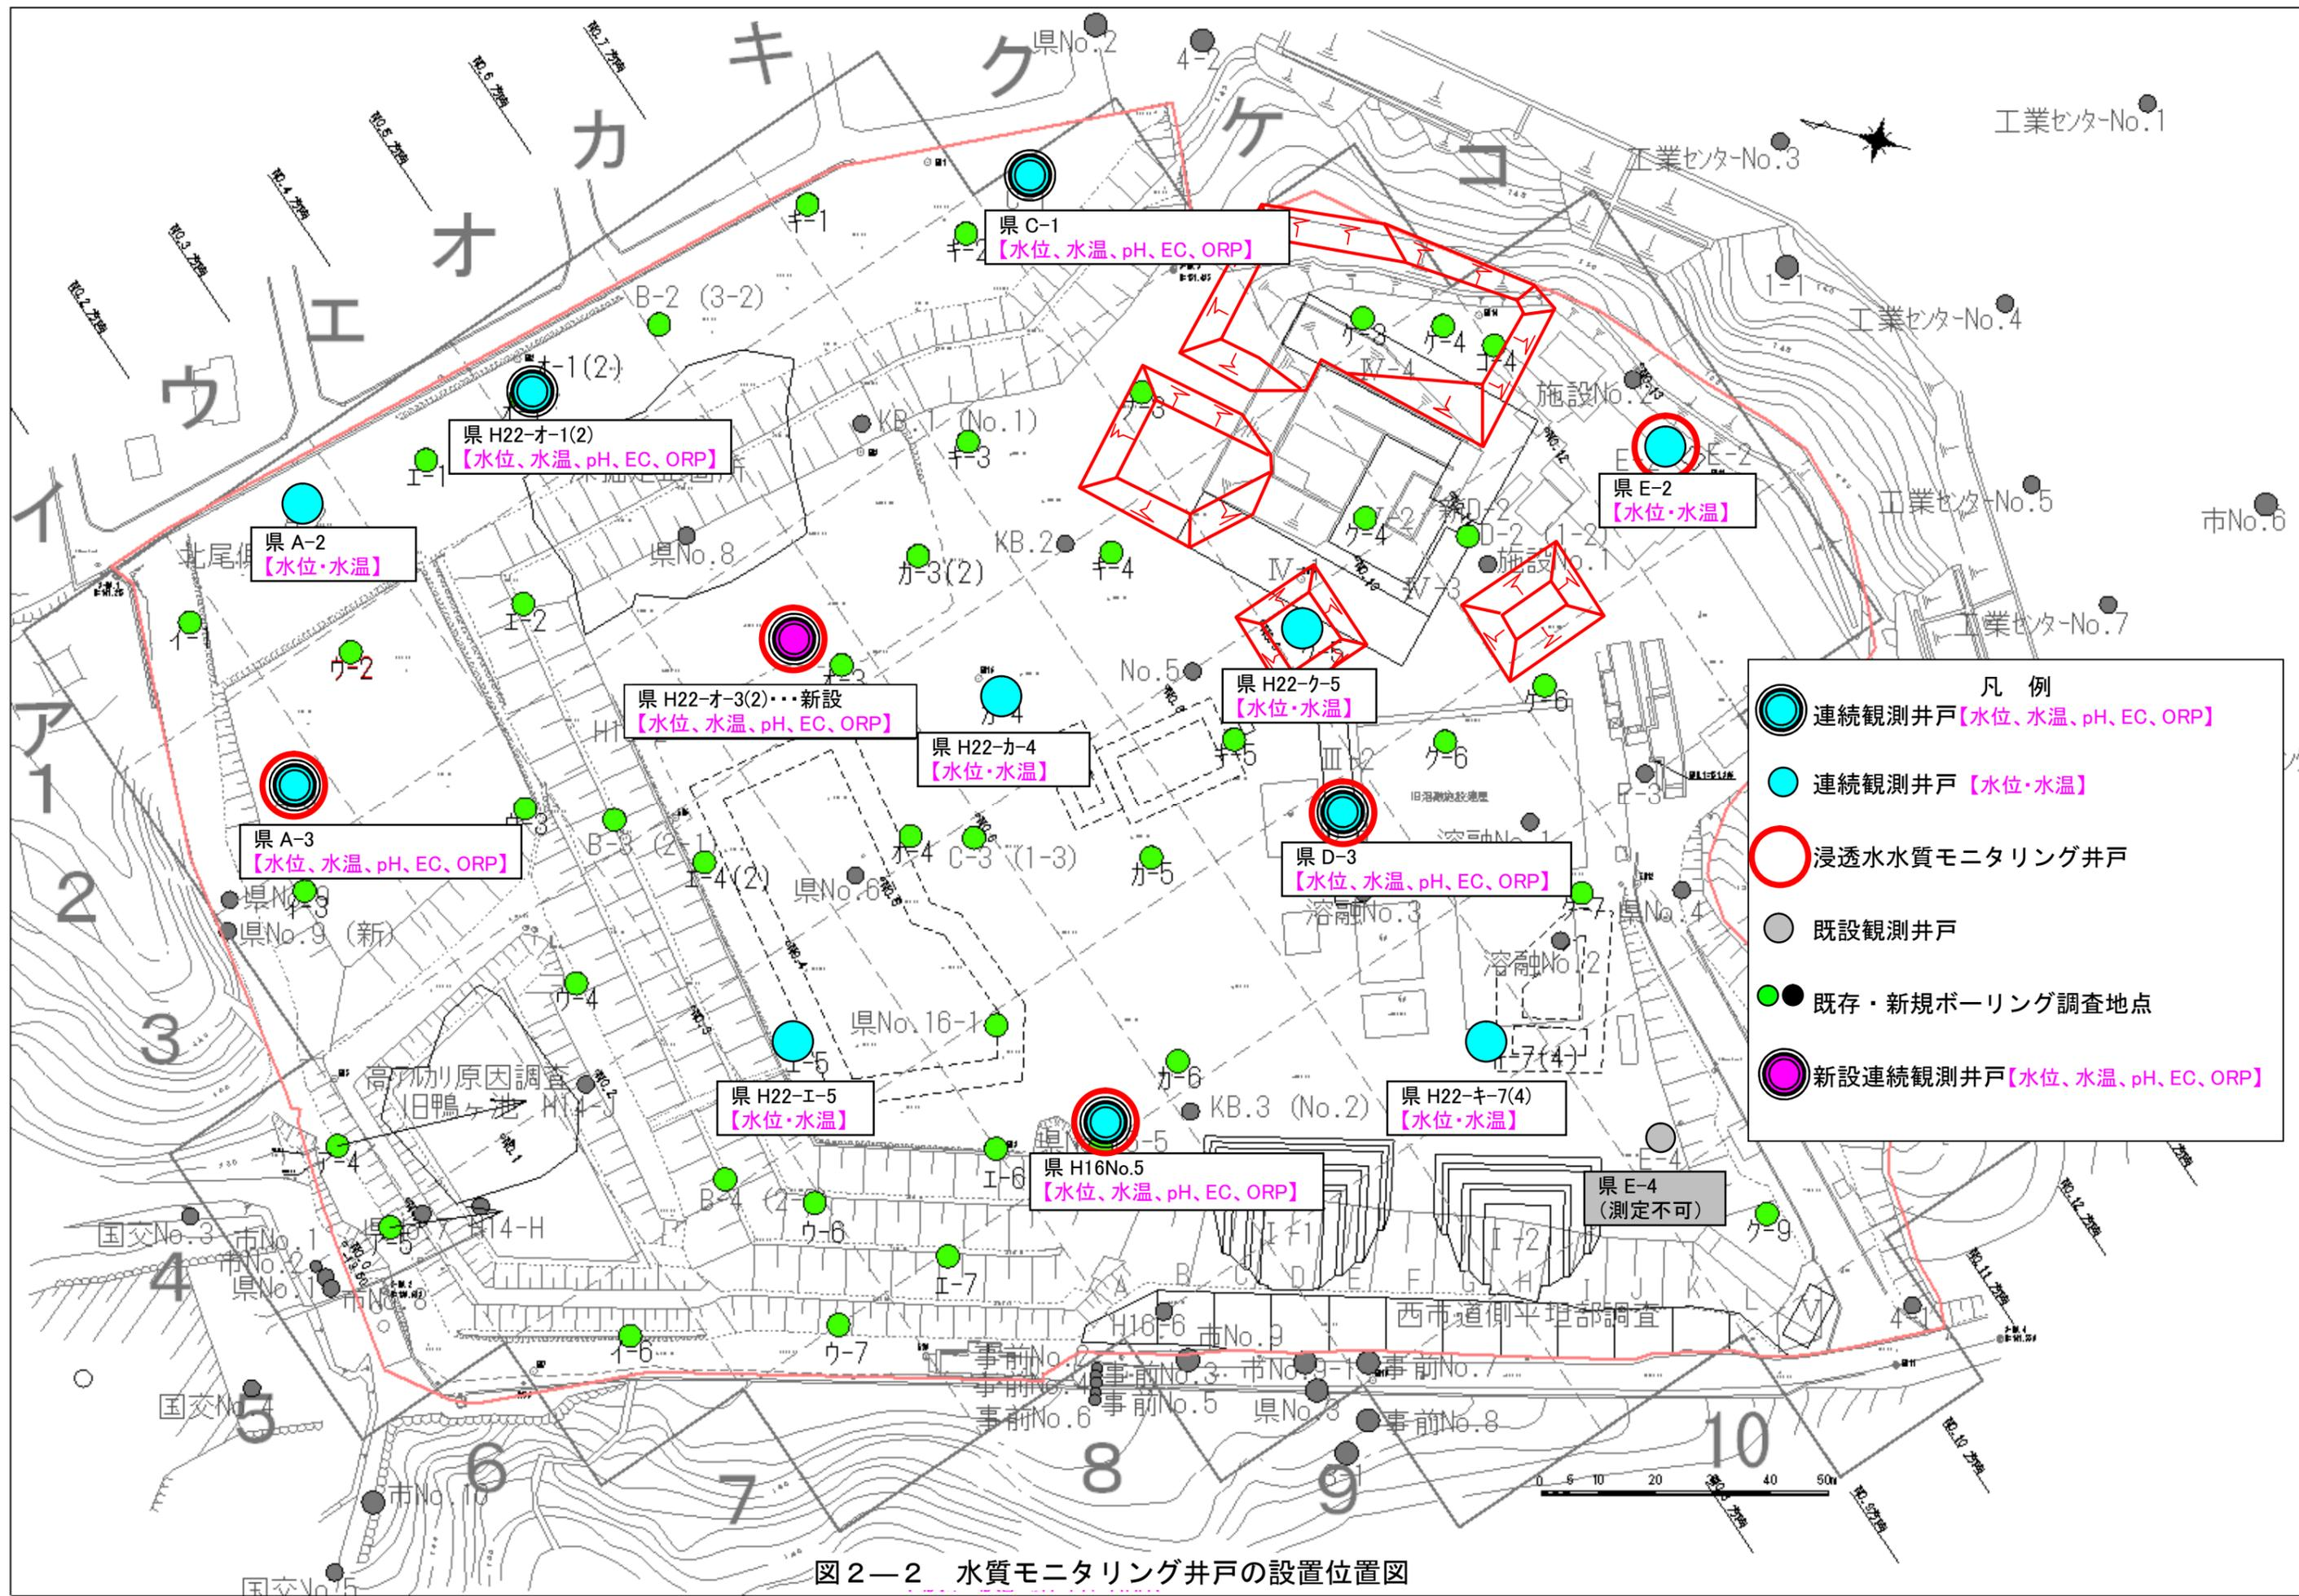

図2-2 水質モニタリング井戸の設置位置図
(4) 水質モニタリングの井戸の位置
一次対策工事に対する水質モニタリング井戸は、①の設置方針、ならびに既設の観測井戸の配置などを勘案し、表2-1に示す計5孔を、図2-2に示す位置に配置する計画とします。なお、この新設観測井戸については、水位、水温、pH、EC、ORPのセンサーを設置して、それらの連続観測についても実施します。